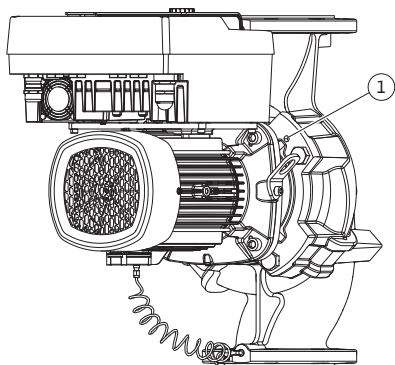

Fig. 11: Отжатие съемного блока через резьбовые отверстия (в зависимости от типа насоса)
Для типа насоса Fig. II и Fig. III использовать для этого два резьбовых отверстия (Fig. 11, поз. 1). Использовать подходящие винты, предоставляемые заказчиком (например, M10 × 25 мм).
5. Отжать съемный блок (см. Fig. 4) от корпуса насоса. Для этого использовать два резьбовых отверстия (см. Fig. 11). С этой целью вернуть винты M10 подходящей длины в резьбовые отверстия.